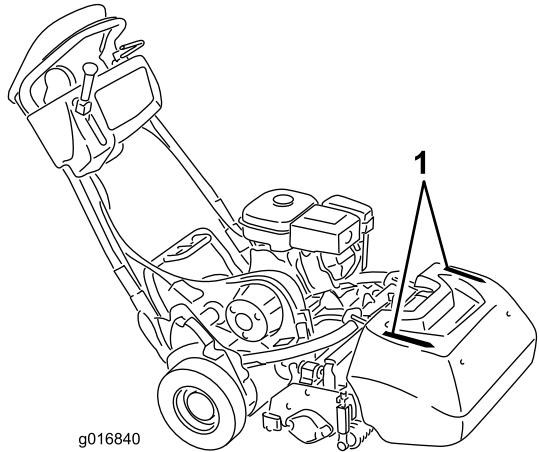

Bild 26
- Verwenden Sie die Ausrichtungsstreifen am Grasfangkorb (Bild 26), damit Sie in einer möglichst geraden Linie über die Grünfläche fahren und einen gleichmäßigen Abstand zum zuvor gemähten Rasenstück einhalten.